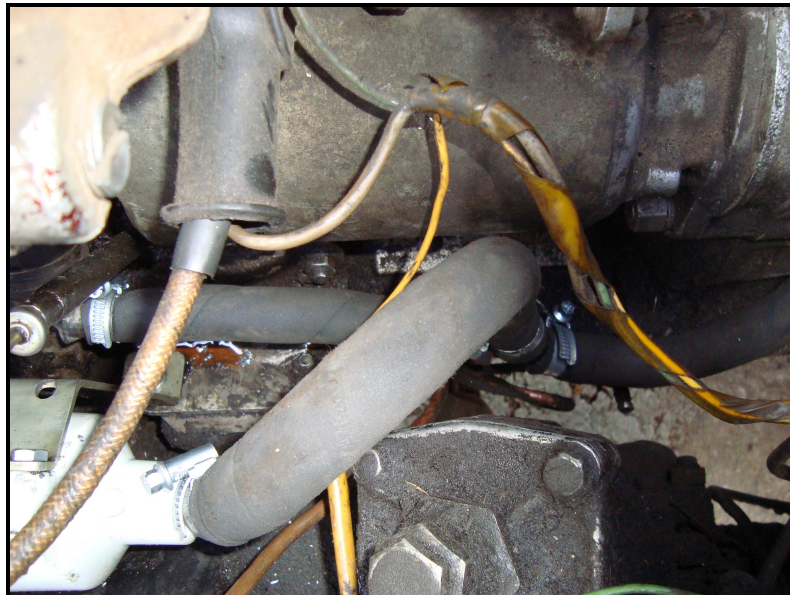

Рис.2. Монтаж тройника Ø16 и входного рукава.
- 3.4.1. Разрезать рукав отопителя салона на расстоянии 180 мм от штуцера в металлическом угольнике, соединяющем рукава водяного насоса и нижнего бачка радиатора. В разрез вставить тройник, ориентируя боковой отвод вверх-вперед. На боковой отвод одеть входной рукав и уплотнить все соединения хомутом (Рис.2).
- 3.4.2. Привернуть электроподогреватель к кронштейну с помощью болтов М6, гаек и шайб (Рис.2 и 3).
- 3.4.3. Заложить во входной рукав электроподогревателя пружину, одеть на входной патрубок и зажать хомутом (Рис.2).